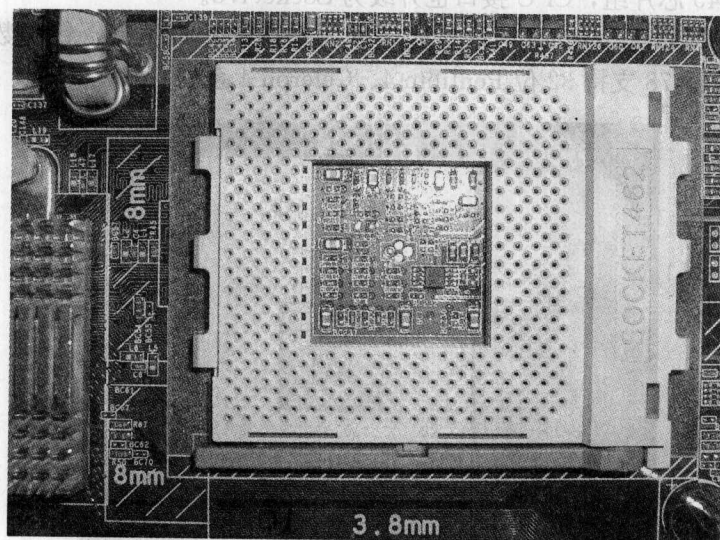

图 1-5 SocketA 接口
⑥ SocketA 接口也叫 Socket462 接口, 是 AMD 公司 Athlon XP 和 Duron 处理器的标准插座。SocketA 接口具有 462 插针, 如图 1-5 所示。可以支持 133MHz 外频的 Athlon XP、Athlon、Duron 系列 CPU。